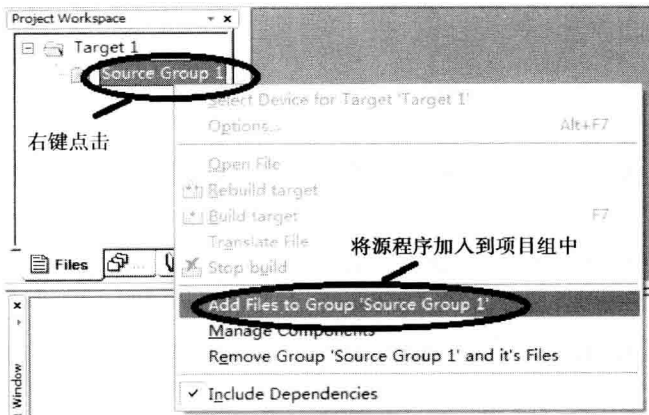

图 2-8 将源程序加入到项目组中
④ 新建文件：在主菜单的“File”下拉列表中选“New...”新建文件。编辑文件并保存文件。文件保存成扩展名为“. C”或“. ASM”的文件。
⑤ 添加文件：在左边的“Project Window”窗口中，用右键选取“Source Group 1”，在弹出的列表中选择“Add Files to Group ‘Source Group 1’”，弹出浏览窗口，如图 2-8 所示。浏览添加编辑好的“. C”或“. ASM”文件，添加完毕点击“Close”，关闭窗口。这时发现添加的文件名已出